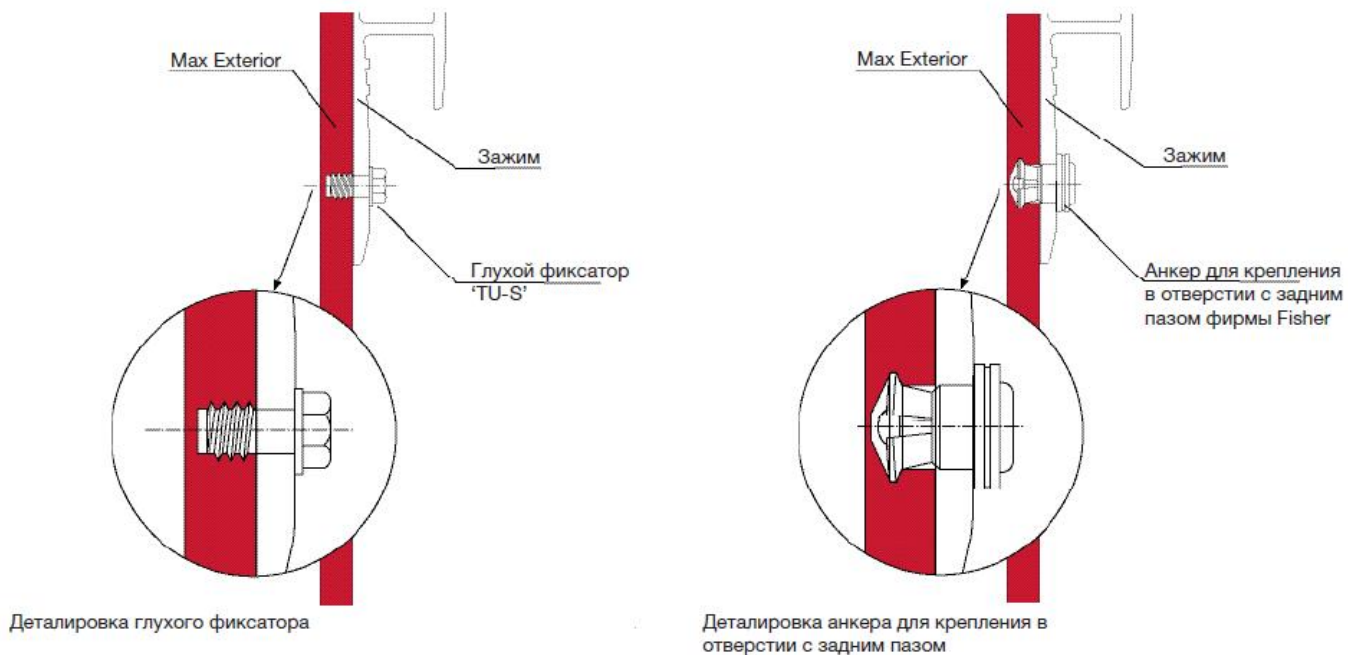

Рис. 12
- Панели устанавливаются при помощи саморезов или заклёпочного анкера. (см. рис. 12)